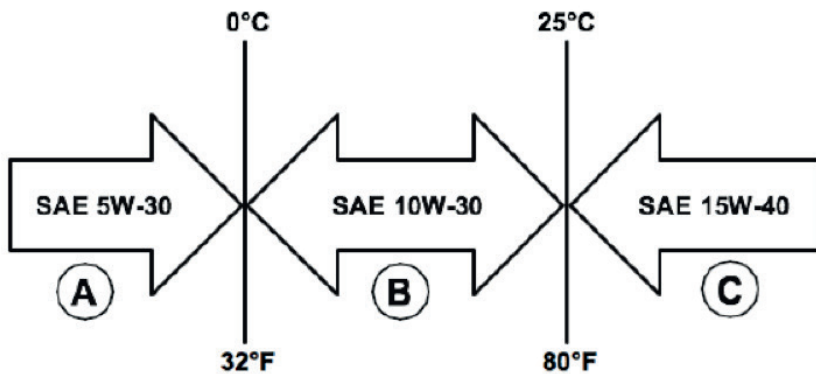

Figura 12: Aceite Recomendado
1. Sólo use el aceite de motor especificado en la Figura 12.
- 7.Seleccione el aceite de motor apropiado como se especifica en la Figura 12.